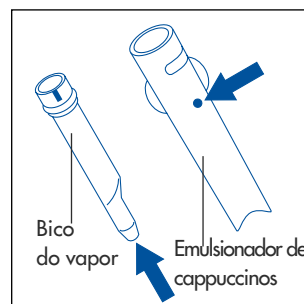

Fig.27
- Certifique-se de que os dois orifícios indicados pelas setas na fig. 27 não estão obstruídos. Se necessário, limpe-os com um alfinete.